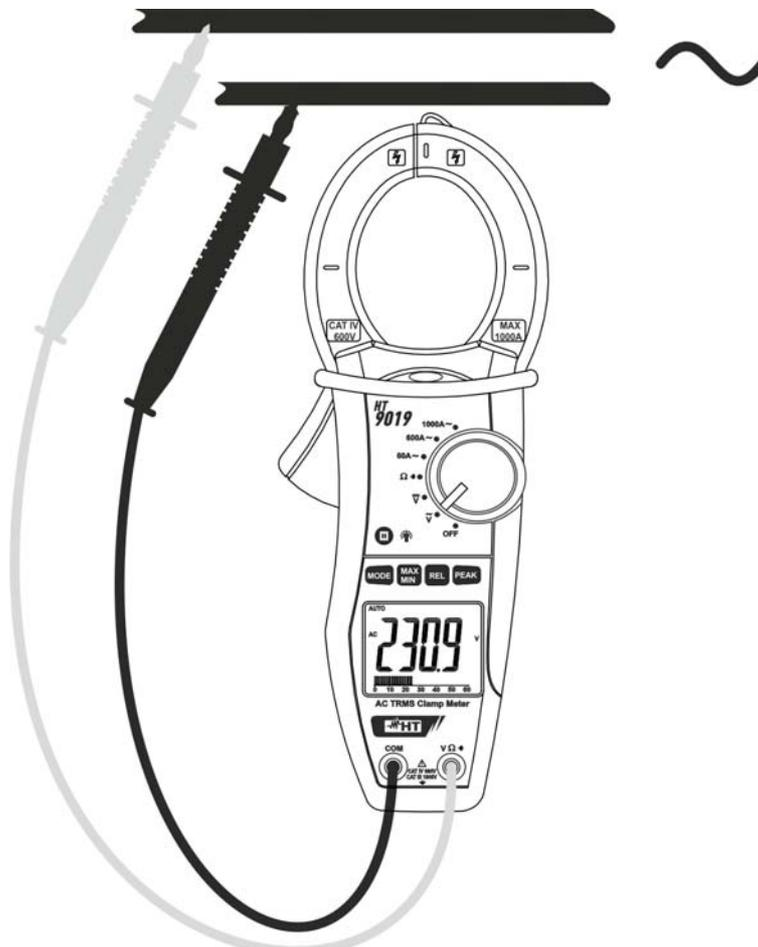

Fig. 3: Uso della pinza in misure di tensione AC
2. Inserire il cavo rosso nel terminale di ingresso $V\Omega\cdot\sim$ e il cavo nero nel terminale di ingresso **COM** (Fig. 3)